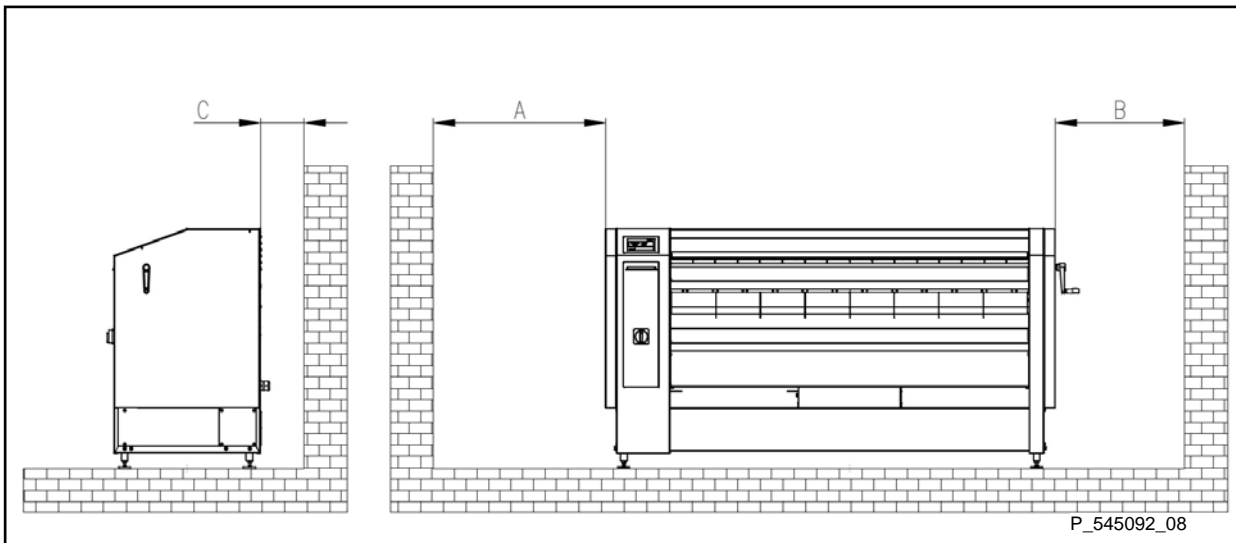

Figura 3.3.2.
- Tabella 3.3.2. – parametri dimensionali richiesti si riferiscono alla figura 3.3.2.
- Optimum (1) è la misura ottimale dal punto di vista degli interventi di manutenzione e assistenza.
- Optimum (2) è la misura che deve essere rispettata in caso dell'eventuale spostamento della macchina avanti. Vuol dire che la misura C deve ingrandirsi durante lo spostamento della macchina.